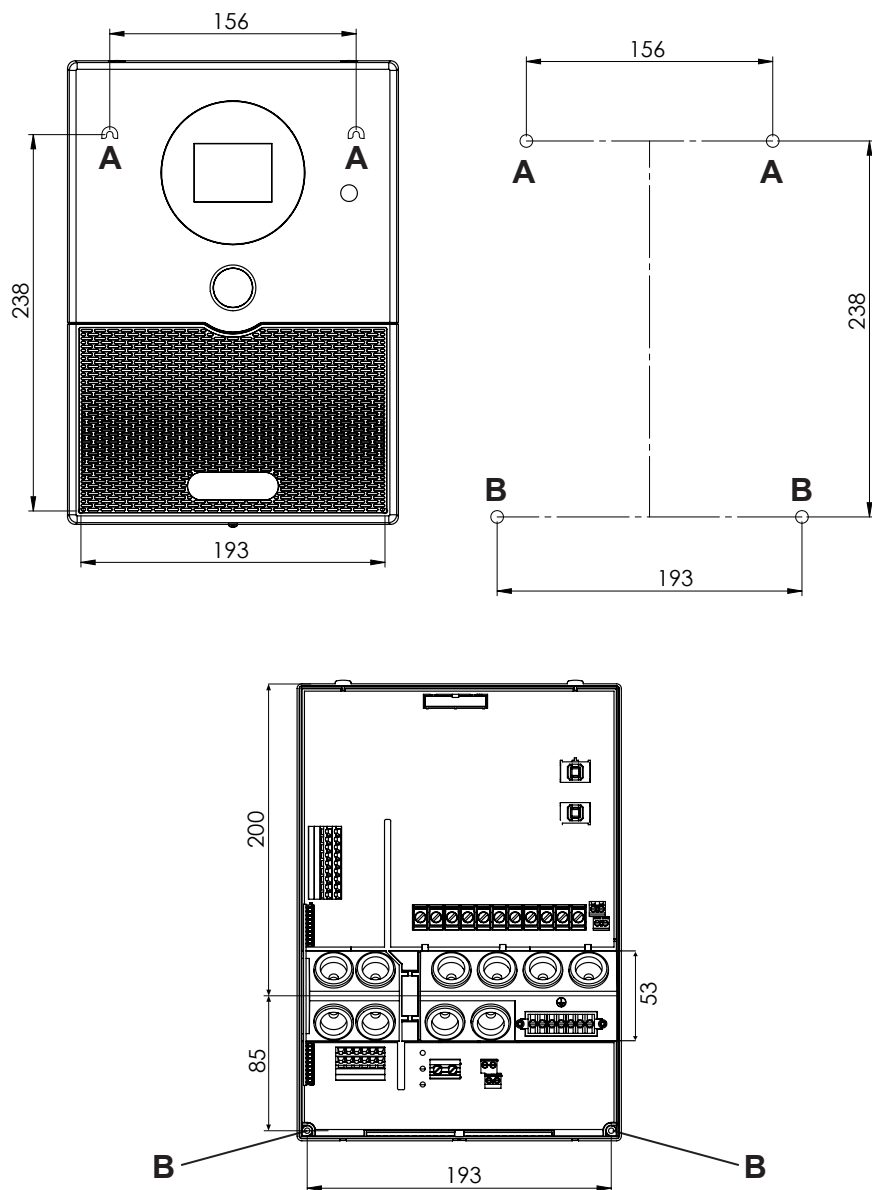

Рис.1 Расположение подвесного приспособления и монтажных отверстий (размеры указаны в мм)
1. На высоте ок. 1,70 м вкрутить в стенку сауны два самореза (3 x 25 мм) так, чтобы они выступали из стенки на 7 мм. Расстояние между винтами должно составлять ок. 156 мм (см. **Рис.1**).
4. Повесить блок управления с помощью подвесного приспособления **A** на установленные винты с крестообразными шлицами (см. **Рис.1**).
5. Вкрутить два самореза (3 x 25 мм) в нижние крепежные отверстия **B** (см. **Рис.1**).